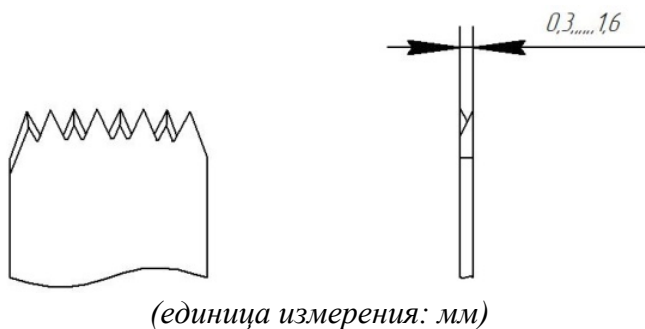

Рис. 7. Изображение типа зуба Z1
- (5) – указывает форму нарезки зубьев: тип зуба Z1, Z2, Z3, Z4, Z5, Z6, Z7 (см. Рис. 7 – 13);
- (6) – указывает на тип разъема хвостовика: соединительную часть лезвия с силовым оборудованием (см. Таблицу 2).